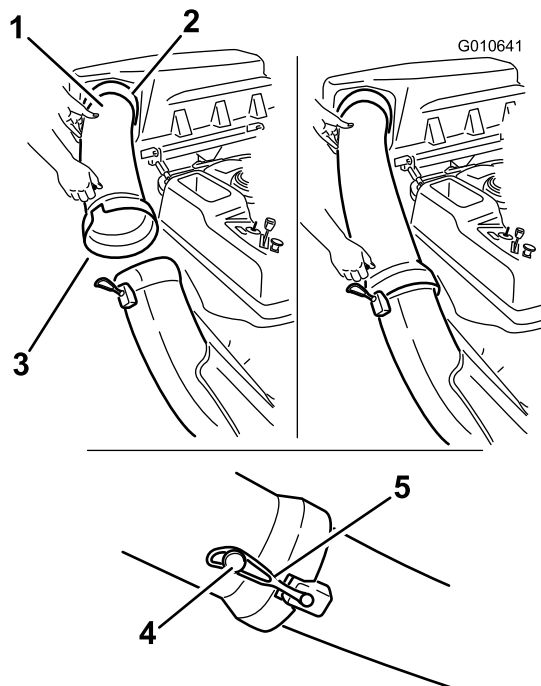

Figure 12
1. Glissez l'extrémité courbe du tube d'éjection (fourni avec le kit dispositif de ramassage) dans l'ouverture en haut du dispositif de ramassage (Figure 12).
2. Glissez l'extrémité évasée du tube d'éjection sur l'extrémité de l'éjecteur (Figure 12).
3. Accrochez la sangle en caoutchouc de l'éjecteur à l'ergot situé sur le tube d'éjection pour le fixer en position (Figure 12).